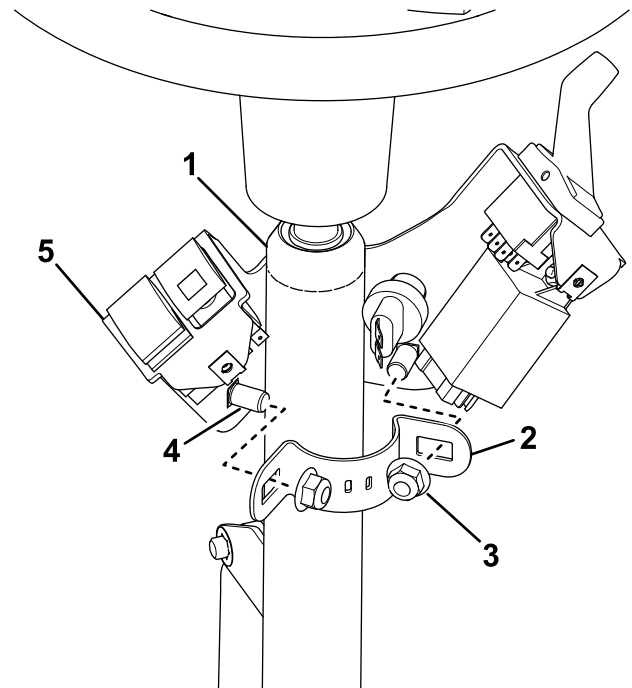

Bild 13
2. Befestigen Sie die Lenksäulenhalterung mit der Befestigungshalterung, zwei Schlossschrauben und zwei Bundmuttern an der Lenksäule (Bild 13).